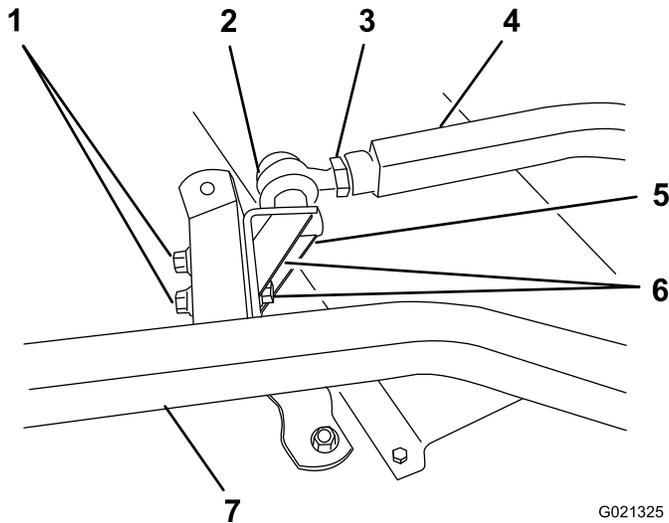

Figura 10
1. Retire los 2 tornillos de caperuza, arandelas planas y tuercas con arandela prensada que sujetan el soporte de articulación esférica izquierdo al brazo de rueda giratoria izquierdo (Figura 10). Retire el soporte de la articulación esférica y la pletina de enganche de la cadena.